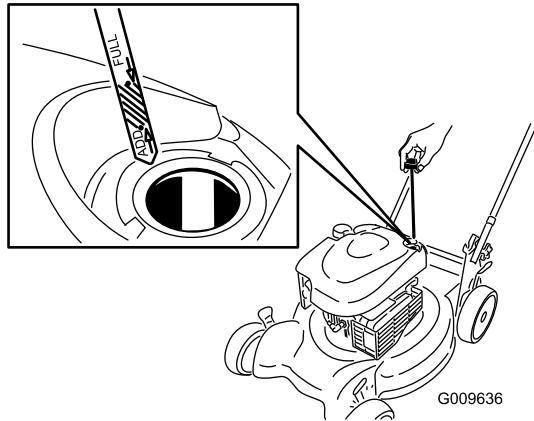

Figura 9
1. Retire la varilla, límpiela, y vuelva a colocarla (Figura 9).
2. Retire la varilla y compruebe el nivel de aceite (Figura 9). Si el nivel de aceite está por debajo de la marca "Add" de la varilla, vierta lentamente aceite en el tubo de llenado hasta que el nivel llegue a la marca "Full" de la varilla. **No llene demasiado.** (Capacidad máxima: 0,59 l (20 onzas), tipo: SAE 30, aceite detergente con clasificación de servicio API SF, SG, SH, SJ, SL o superior.)